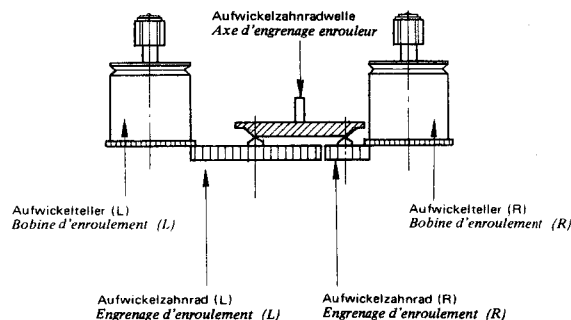

Abb. 69 Fig. 69
3) Die Welle (gezeigt in Abb. 69) des Aufwickelarmes aus der Bohrung der Wiedergabeplatte gemäß Abb. 71 abziehen und die Antriebseinheit mit Hilfe der Schrauben befestigen.
3) Retirer raxe de commande du bras enrouleur (indiqué sur la Fig. 69) par le trou du plateau de lecture comme le montre la Fig. 71 et bloquer l'ensemble d'engrenages avec les vis de fixation correspondantes.